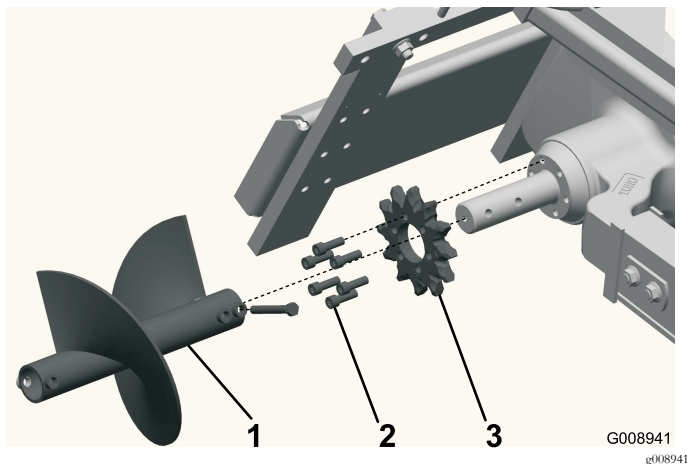

Figure 11
3. Enlevez la vis sans fin de déblayage (Figure 11).
8. Enlevez les 6 boulons de fixation du pignon d'entraînement (Figure 11).
9. Déposez le pignon d'entraînement et mettez-le au rebut (Figure 11).
11. Placez le pignon de remplacement sur l'axe comme montré à la (Figure 11).
12. Vissez les 6 boulons de fixation dans le pignon d'entraînement à la main (Figure 11).